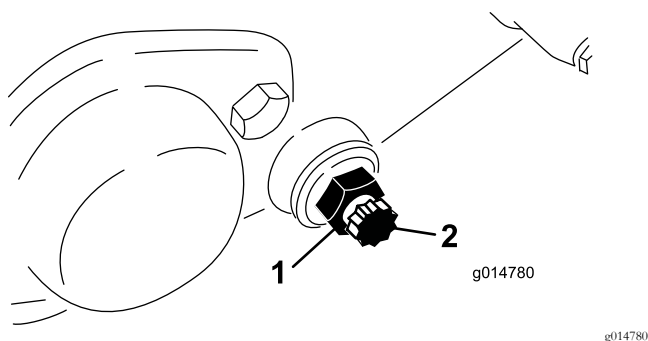

Figura 56
3. En cada lado de la máquina, afloje la contratuerca que sujeta el perno de la barra de asiento (Figura 56).
4. Retire cada perno, para poder tirar de la barra hacia abajo y retirarla de la máquina. Guarde las 2 arandelas de nylon y las 2 arandelas de acero troqueladas de cada extremo de la barra de asiento (Figura 56).